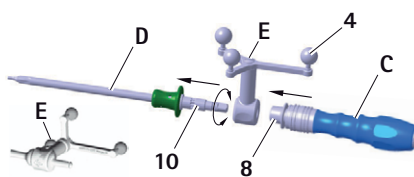

Fig. 8 Montagem da unidade em estrela de referência do instrumento ("calibração com ICM 4") e do punho S⁴C (FW067R ou FW165R) na chave de parafusos S⁴C
- ▶ Largar a bucha de bloqueio 8, ver Fig. 8. Assegurar que o punho S⁴C está engatado.